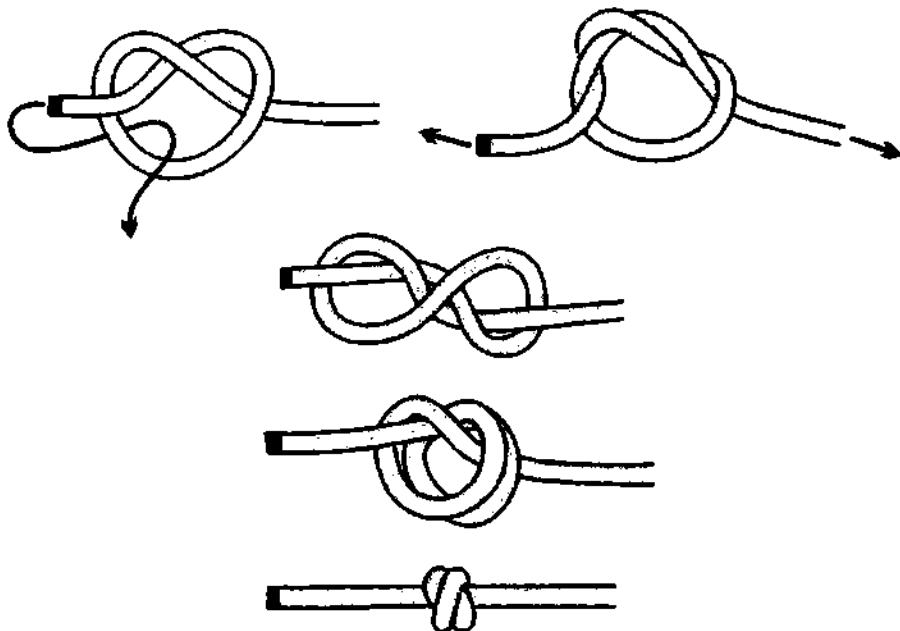

Рис. 82. Завязывание *двойного простого узла «восьмёркой»*.
*Двойной простой узел* можно завязать, сформировав шлаги 1-м способом. Чтобы узел принял нужную форму (форму восьмёрки) необходимо одновременно потянуть за оба конца. После узел аккуратно затягивается (рис. 82). Таким способом рыбаки обычно привязывают к леске крючок.